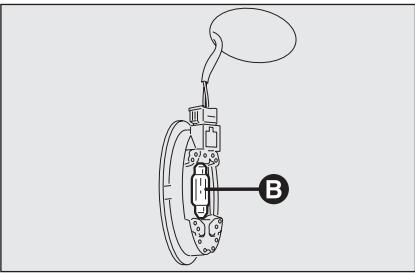

fig. 39
- sustituya la lámpara **B**-fig. 39 soltándola de los contactos laterales asegurándose que la nueva lámpara esté bloqueada correctamente entre los mismos contactos;